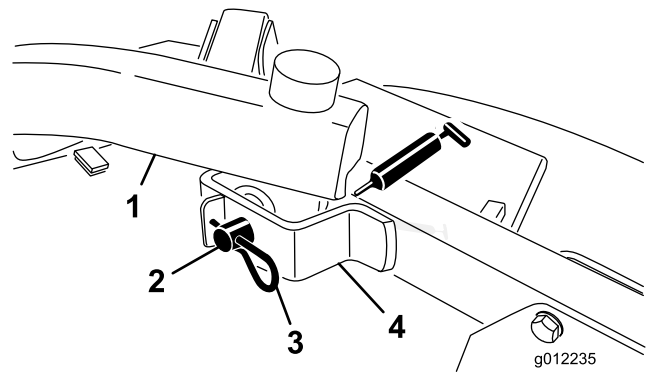

Figura 20
- Articulações do braço de elevação, frente (2) (Figura 20)